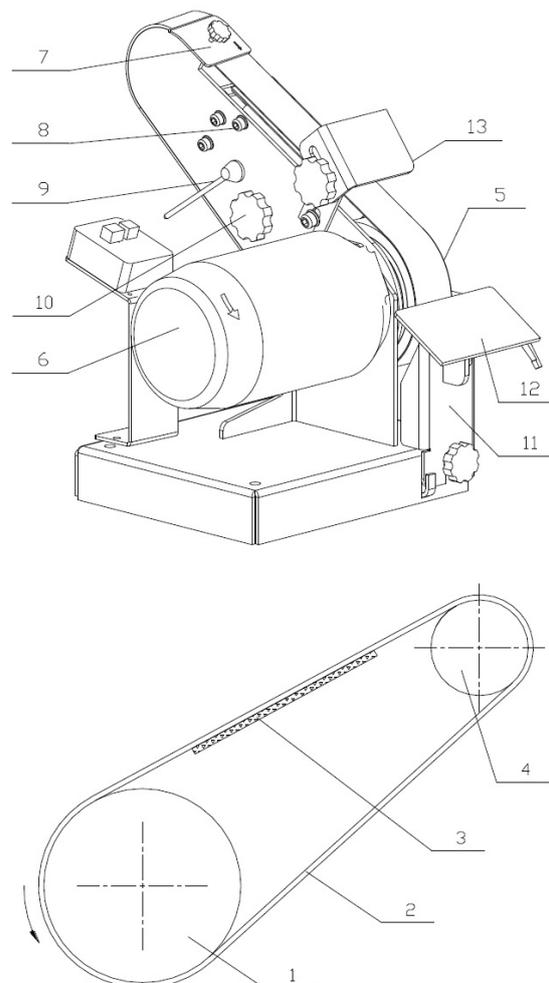

Abb. 4: Gerätebeschreibung BTS 51
Schritt 2: Lösen Sie nun die Spannung des Schleifbandes über den Spannhebel im Uhrzeigersinn [Abb. 4; 9].